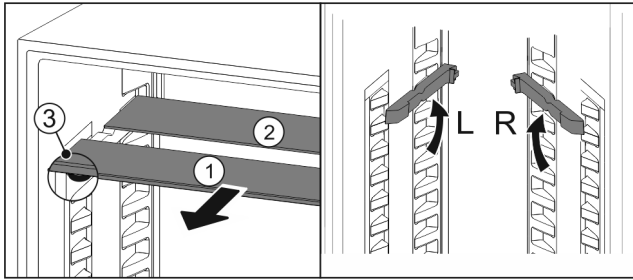

Fig. 93
- ▶ Sortir les tablettes par l'avant Fig. 93 (1).
- ▶ La tablette en verre Fig. 93 (1) avec bordure décorative est située à l'avant.
- ▶ Les butées Fig. 93 (3) sont orientées vers le bas.